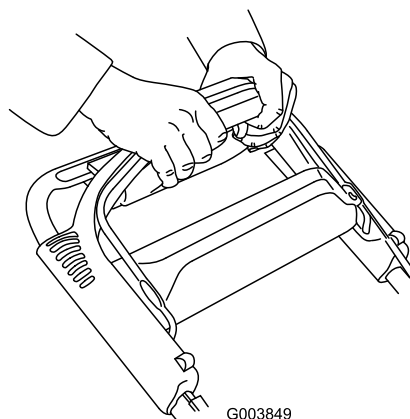

Figura 22
2. Apriete los 2 manillares (Figura 22) hasta que el cortacésped alcance la velocidad sobre el terreno deseada.